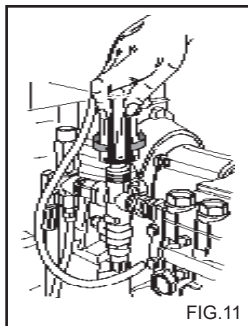

FIG.11
Mit dieser Vorrichtung (Fig.11) kann man den Betriebsdruck regulieren. Wenn man den Drehschalter C entgegen dem Uhrzeigersinn dreht (B) (Minimum) wird der Betriebsdruck verringert.